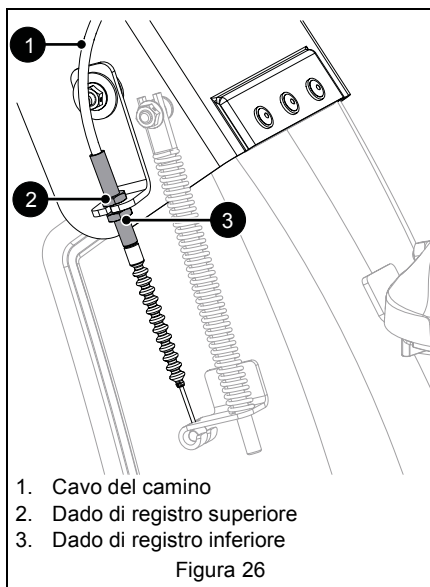

Figura 26
2. Regolare i dadi sul cavo del camino. Vedere Figura 26.